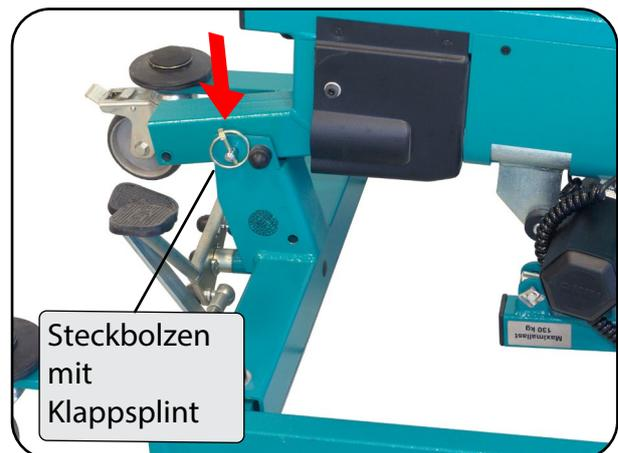

Abbildung 09
2. Lösen Sie den Klappsplint an der Standmastaufnahme und ziehen Sie den Steckbolzen aus der Transportfixierung heraus (Abbildung 09).